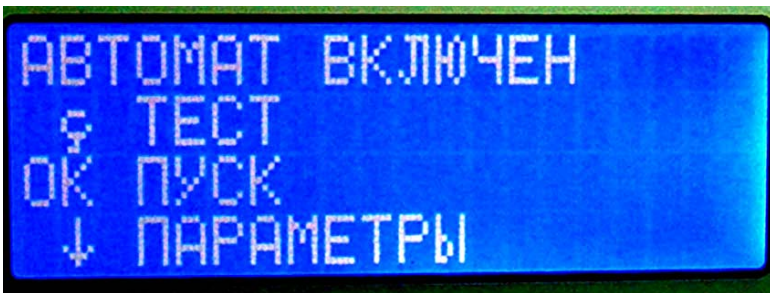

Рис. 5. Экран дисплея инвертора. Меню выбора режимов
- 10.4.2. Включите «ИНВЕРТОР», для чего переведите автоматический выключатель с надписью «ИНВЕРТОР», рис.4, в положение «ВКЛ» (рычагом вверх). На дисплее появится сообщение «ПИТАНИЕ ПОДАНО». Через одну секунду появится сообщение «ОЖИДАНИЕ ВКЛЮЧЕНИЯ» и индикация напряжения батареи а также служебная информация о состоянии внутренних цепей инвертора. Через 10...20с. появится сообщение «АВТОМАТ ВКЛЮЧЕН», рис.5. и меню выбора режимов / ↑ ТЕСТ / ОК ПУСК / ↓ ПАРАМЕТРЫ. В этом состоянии нужно нажать кнопку [ОК], после чего начинается процедура автоматического запуска инвертора. Длительность автоматического запуска инвертора составляет (10...20)секунд. При этом на дисплее пульта управления высвечивается служебная информация, показывающая ход тестирования внутренних систем инвертора. По окончании тестирования, инвертор автоматически запускается. Инвертор стартует в режиме «мягкого старта», при этом выходное напряжение инвертора в течении двух секунд плавно увеличиваются от 50 % до 100 % номинального значения. После запуска инвертора на экране дисплея отображается напряжение аккумуляторной батареи, напряжение сети, выходное напряжение инвертора а также ток нагрузки и выходная мощность инвертора, рис. 6. Расшифровка экрана дисплея инвертора в режиме «Работа» приведена в табл.3.